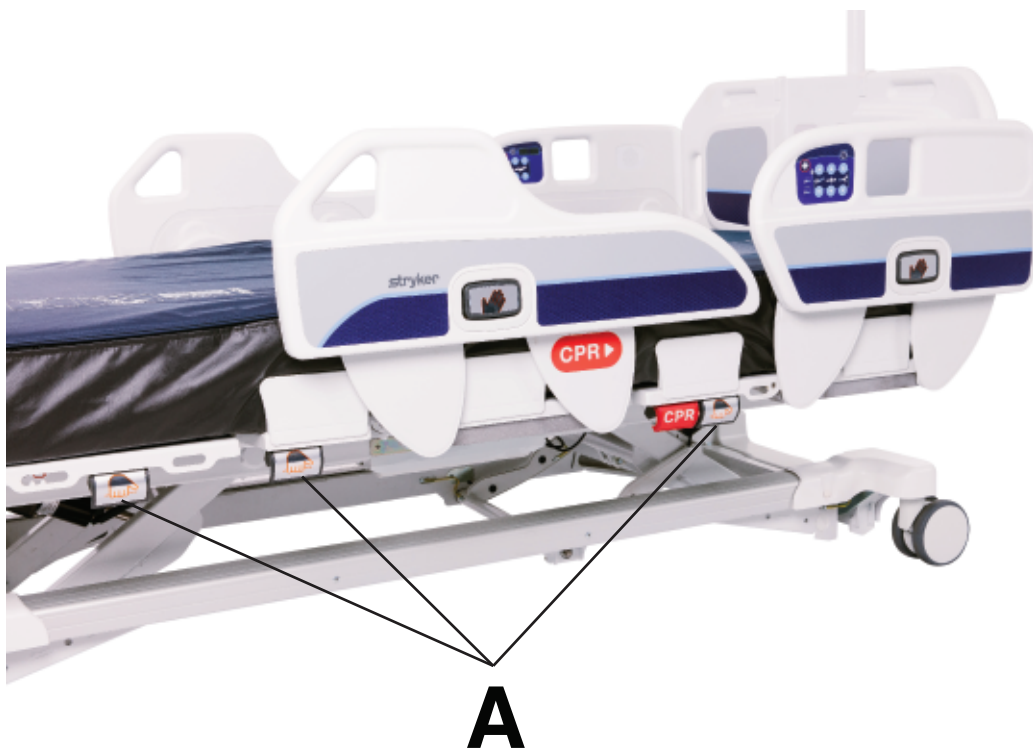

Figure 11 – Emplacements des poignées de la plate-forme
1. Situer les poignées (A) du relève-buste, du relève-jambes et de la section pieds de la plate-forme (Figure 11).
3. Situer les poignées (A) du relève-buste, du relève-jambes et de la section pieds de la plate-forme (Figure 11).